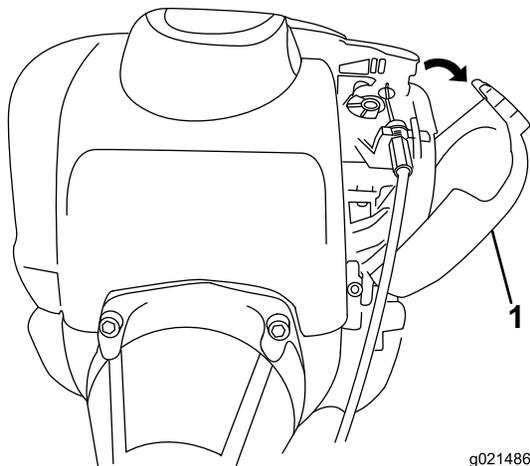

Figure 25
3. Déclipsez et déposez le couvercle du filtre à air (Figure 25).